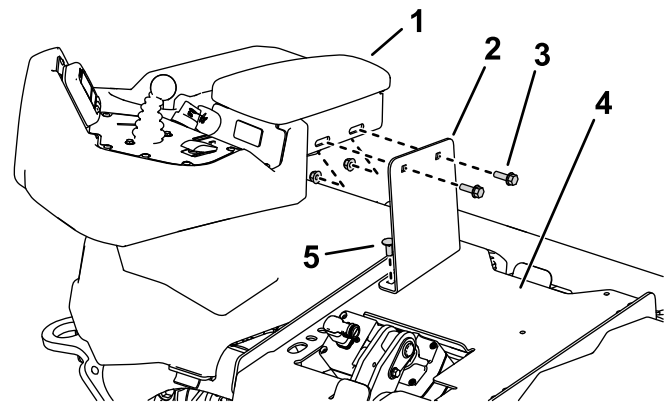

Bild 1
- Wenn Sie dieses Kit an einer neuen Diesel- oder TriFlex-Zugmaschine ohne Sitz montieren, entfernen Sie die 2 Schlossschrauben, 2 Flanschschrauben und 4 Muttern, mit denen die Versandhalterung an der Sitzpfanne und der Armlehne befestigt ist (**Bild 1**). Werfen Sie die Versandhalterung und die Befestigungen für die Sitzpfanne weg. Bewahren Sie die Befestigungen für die Armlehne auf.